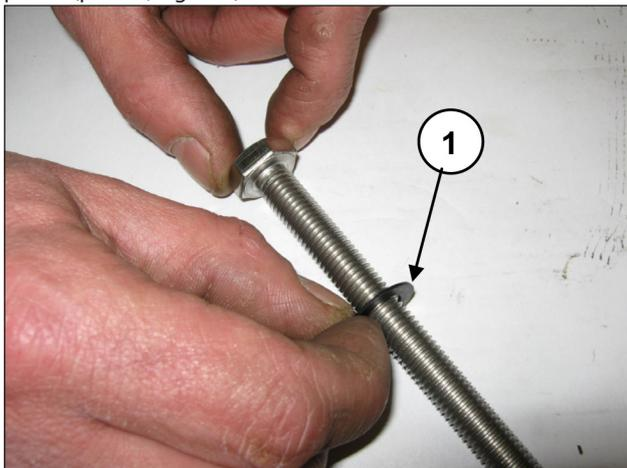

Fig. 156
Introducir la arandela  $\varnothing 10 \times 18 \times 0.9$  en el tornillo de fijación del pistón (pos. ①, Fig. 156).